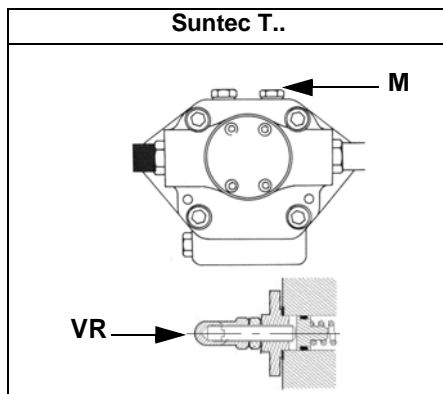
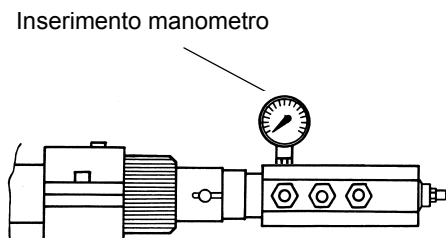

Fig. 23
Fig. 24
- 3 sfiatare l'aria dall'attacco (**M**) manometro della pompa (Fig. 23), allentando leggermente il tappo, senza toglierlo; quindi rilasciare il contattore.
- 9 La pressione di alimentazione ugello è già pre-tarata in fabbrica e non deve essere cambiata. Solo se necessario, regolare la pressione di alimentazione (vedi relativo paragrafo) nel modo seguente: inserire un manometro nella posizione indicata in Fig. 24 agire sulla vite di regolazione **VR** della pompa (vedi Fig. 23 e pag. 24) fino ad ottenere una pressione all'ugello pari a 25 bar (vedere grafici a pag. 36);